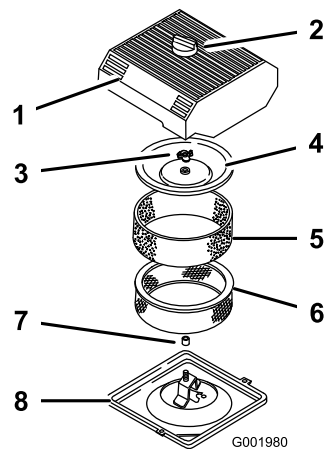

Figura 39
3. Curăai în jurul filtrului de aer pentru a preveni pătrunderea murdăriei în motor i a evita deteriorarea (Figura 39).
4. Slăbiți butonul de pe capacul filtrului de aer i îndepărtați capacul (Figura 39).
5. Glisați cu grijă elementul din spumă de pe elementul din hârtie (Figura 39).
6. Îndepărtați piulița capcului i îndepărtați capacul i elementul din hârtie (Figura 39).
1. Glisai cu atenție elementul din spumă pe elementul filtrului de aer (Figura 39).
3. Montai manual piulia capacului strâns pe capac (Figura 39).
4. Montai capacul și butonul filtrului de aer (Figura 39).